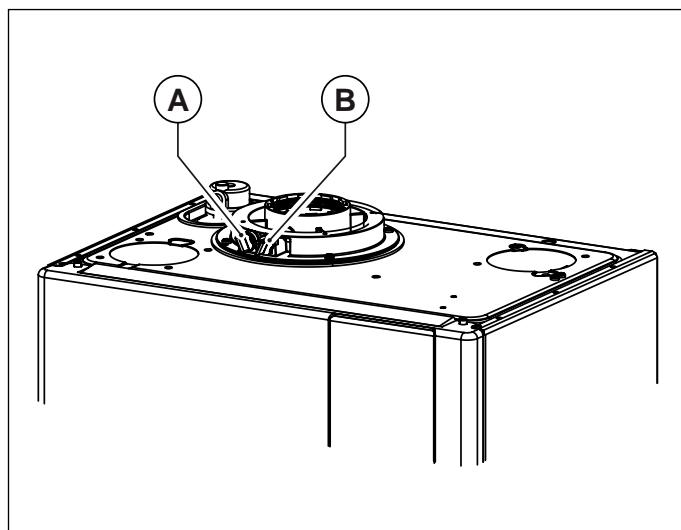
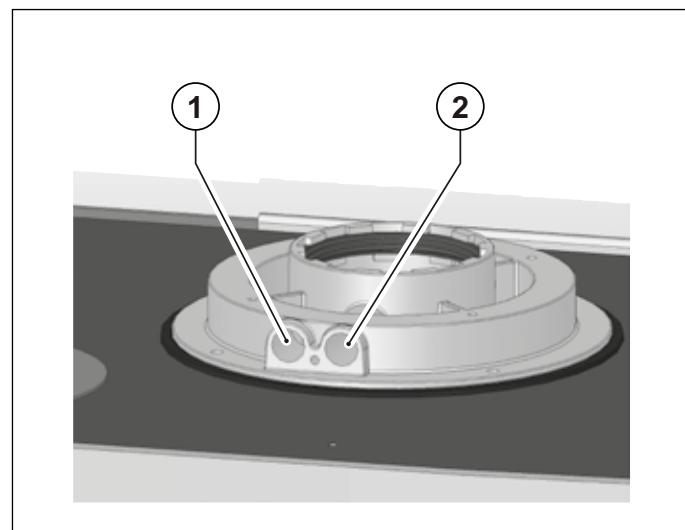

Рис. 15 Положение заглушек
Рис. 16 Положение отверстий
На котле имеется патрубок для подключения к системе воздухозабора/дымоотвода (смотри Рис. 15 Положение заглушек и Рис. 16 Положение отверстий).
В патрубке предусмотрены два отверстия для прямого доступа к воздуху, необходимого для горения, и к дымовым газам (смотри Рис. 15 Положение заглушек).
Для проведения измерений необходимо снять заглушки A и B с отверстий на патрубке (смотри Рис. 15 Положение заглушек).
- замер температуры воздуха, необходимого для горения, в соответствующем отверстии 1 (смотри Рис. 16 Положение отверстий).
- замер температуры дымовых газов и содержания CO₂ в соответствующем отверстии 2 (смотри Рис. 16 Положение отверстий).